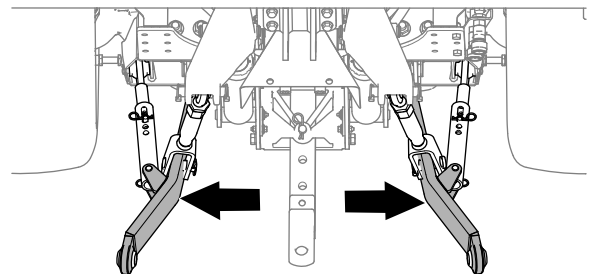

Figure 26
4. Écartez complètement les bras stabilisateurs (Figure 26) ; voir le Manuel de l'utilisateur du véhicule tracteur.